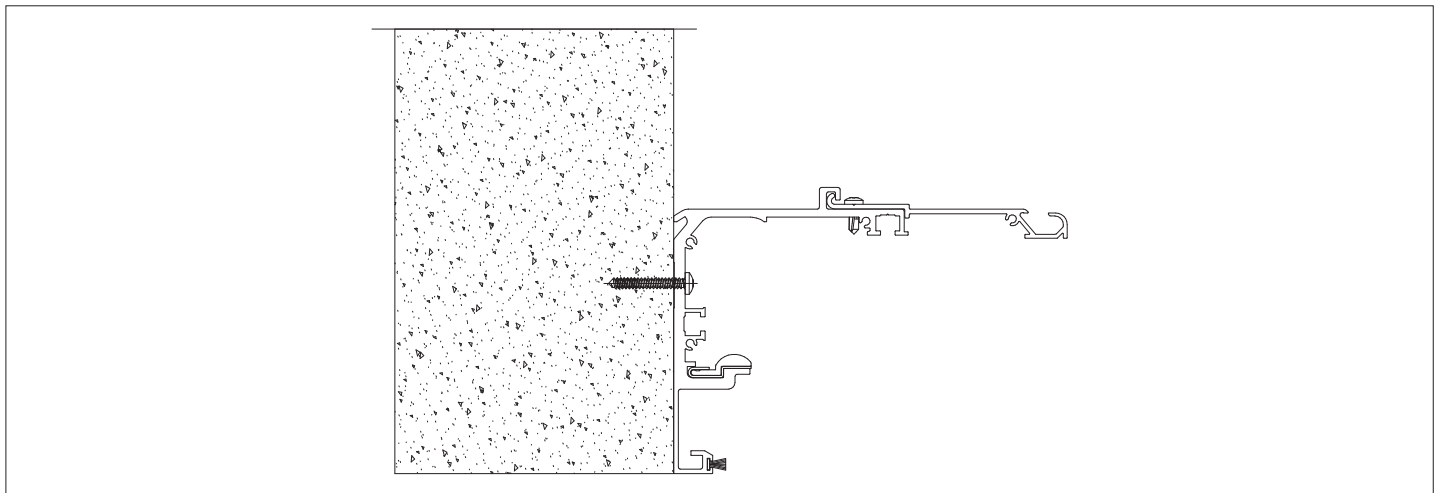

Рис. 3
2. Закрепите собранный несущий профиль на высоте проема Н шурупами шагом 300–400 мм в зависимости от веса створок. Зафиксируйте уплотнитель рельса на рельсе и вставьте рельс в несущий профиль. Протяните фетровый уплотнитель в нижний паз несущего профиля (рис. 3).